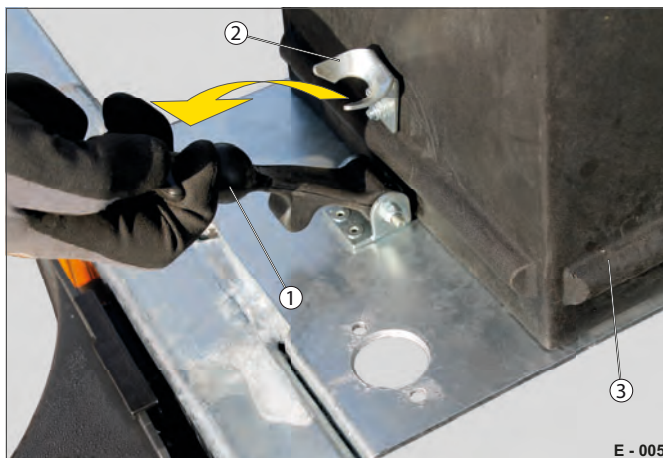

Fig. 5 Afdækning låst op
- ▶ Træk gummilukkeanordningen (Fig. 5 /1) opad, og før den ud af lukkebeslaget (Fig. 5 /2).
- ▶ Løft afdækningen (Fig. 5 /3) opad og væk. Batteriet er frit tilgængeligt.